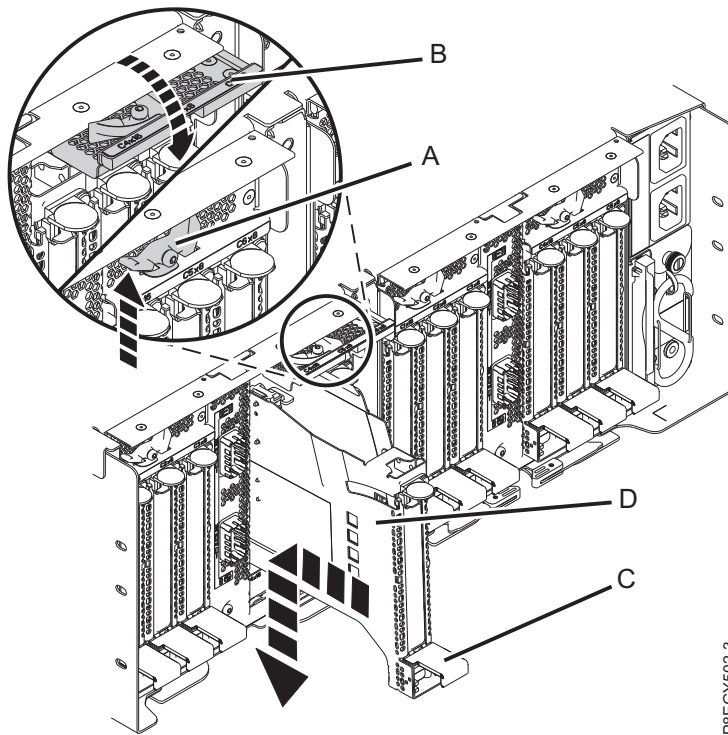

Figura 106. Instalación de una casete de adaptador PCIe en el cajón de expansión PCIe3
- b. Sujete con cuidado la casete de adaptador (D) por el borde superior y alinéela con la ranura. Consulte Figura 106 en la página 104.
- c. Deslice la casete de adaptador PCIe (D) en la ranura de la casete.
- d. Cuando la casete de adaptador PCIe (D) esté completamente insertada en la ranura, presione el asa de la casete (C) hacia abajo para fijar la casete de adaptador (D) en su conector. Consulte Figura 106 en la página 104.
- e. Haga girar la puerta del mecanismo de cierre (B) hacia abajo y presiónela para situarla en la posición de cerrado, como se muestra en la Figura 106 en la página 104. La palanca del mecanismo de cierre (A) quedará fijada automáticamente.